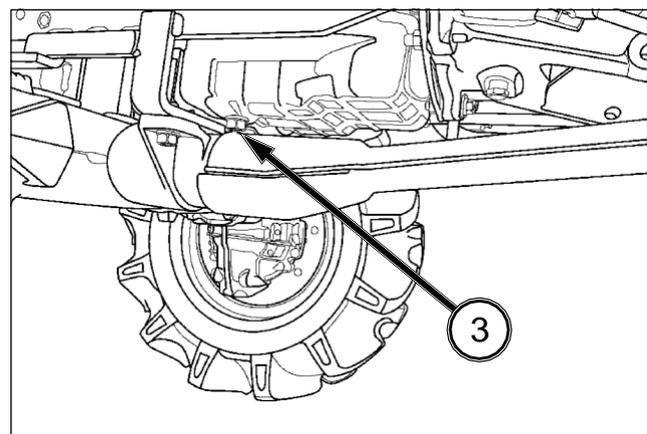

FIG. 92
FIG. 92: Para vaciar el aceite del motor - Utilice el tractor hasta que el aceite esté lo suficientemente caliente. Retire el tapón de vaciado (3) del motor y deje que salga todo el aceite.